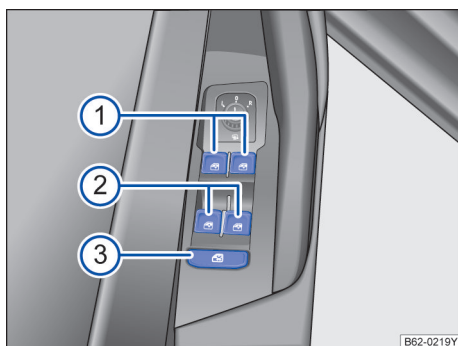

图 56 在驾驶员侧车门内：前部和后部车窗升降器的按钮。
→ 图 56 的图例：
：安全按钮→ 图 56③ 停用后门车窗控制按钮。这时按钮中的黄色指示灯亮起。